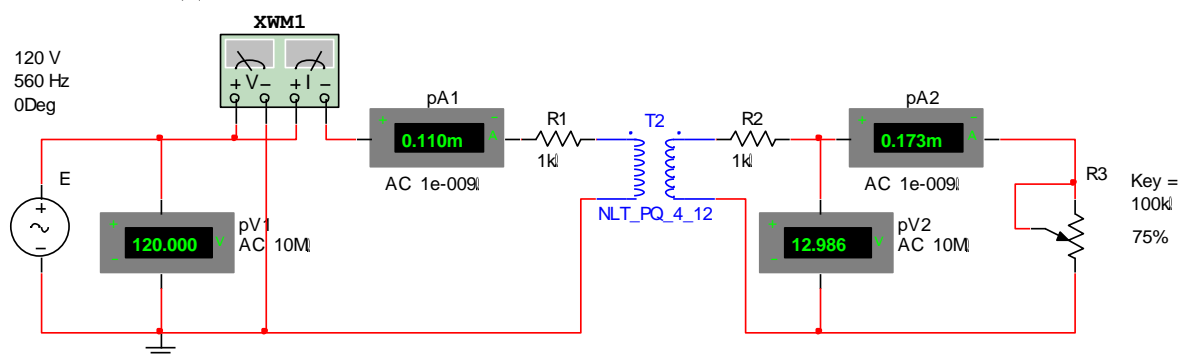

Рис. 4.6
3. Откройте файл 9.2 и включите цепь по схеме рис. 4.6.